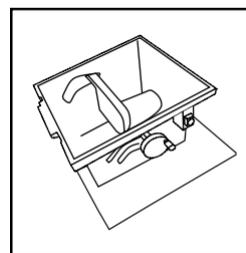

Рис. 1
- Переверните основной корпус устройства и положите его на чистый, устойчивый и прочный верстак или на другую подходящую опору (Рис. 1).